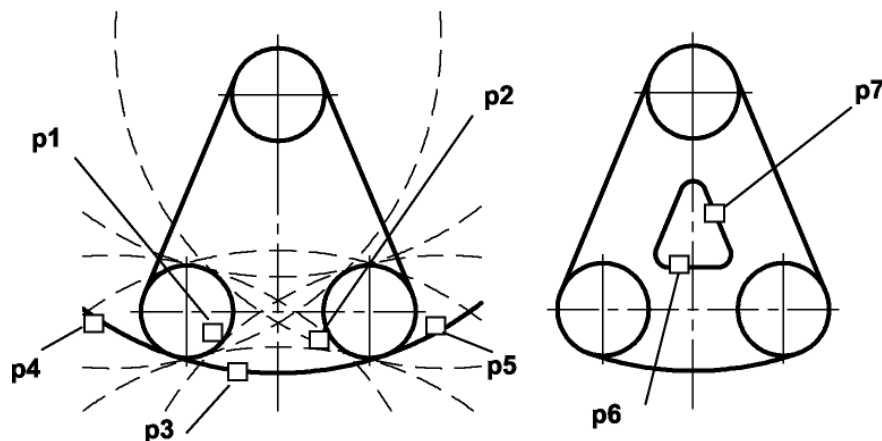

Рис. 2.2. Построение окружности касательной к двум окружностям и двум прямым
2. Указать графическим курсором произвольную точку (точка **p1**) на первой заданной окружности, с которой должна касаться искомая окружность (рис. 2.2а);
3. Указать графическим курсором произвольную точку (точка **p2**) на второй заданной окружности, с которой должна касаться та же искомая окружность (рис. 2.2а);
5. Выбрать курсором на графической зоне нужную касательную окружность (указать точку **p3**) и щелкнуть по кнопке  - **Создать объект** панели специального управления (рис. 2.2а);
- 3) указать курсором на графической зоне прямые, между которыми строится сопряжение (на рис. 2.2 б это точки **р6** и **р7**);